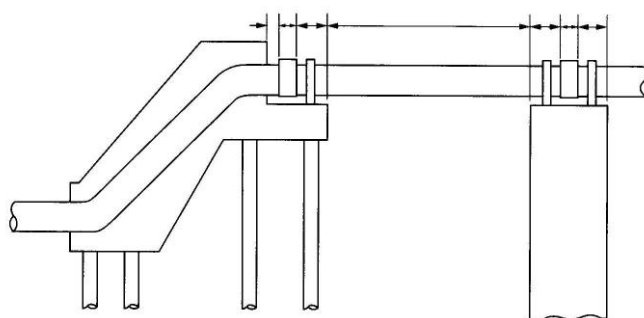

図4-3 伸縮可とう管の寸法
- ④ ソフトシール仕切弁を使用の場合は配管図に、「ソフトシール仕切弁」と明記するとともに製造会社名を記入しなければならない。
- ⑤ 割T字管及び不断水式仕切弁施工箇所は、引出し線で寸法・口径を記入しなければならない。
- ⑥ 管路情報管理システムのデータベース更新や管路の固定資産管理にオフセットデータを活用するため、存置物件（管及び付属具類、矢板等）の起点と終点及び分岐点には、原則としてオフセットによる管理図記載の直近の官民・道路境界、隅切りから3点の水平距離を明確に記入しなければならない。（著しく測定距離が長くなる場合に限り、当局の既設弁栓からの水平距離を記入してもよい。）
- ⑦ 管体又は構造物を塗装した場合は、平面図にその仕様（製造会社名、塗料名、塗膜厚、色等）を記入しなければならない。
- ⑧ 伸縮可とう管は、平面図にその仕様（製造会社名、形式名、許容偏心量、許容心伸縮量、設置年度、月日）及び設置状況図を記入しなければならない。なお、埋設される伸縮可とう管の設置状況図は、基点を伸縮可とう管の中心としたオフセット図とするものとする。また、設置後露出される伸縮可とう管(水管橋等)については、基点、引照点を明確にして、図4-3の寸法を必ず記入しなければならない。
- ⑨ 1つの工事請負契約書に2つ以上の整理番号がある場合は、平面図（地形図・配管図）に各整理番号の施工区間を記入しなければならない。